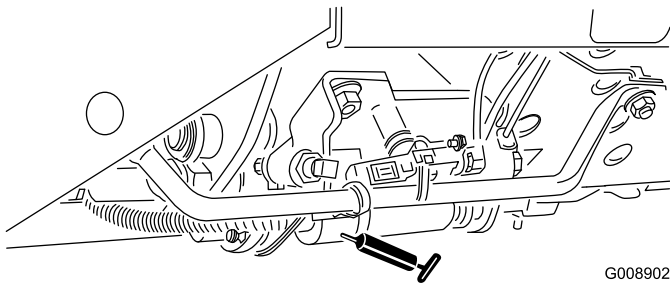

Bild 44
- Mähen-/Transportschieber (Bild 44)